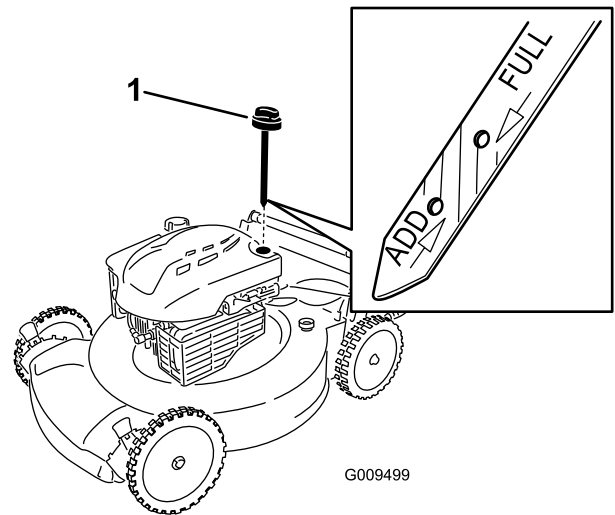

Figure 5
- Retirez la jauge (Figure 5) et versez de l'huile dans le tube de remplissage pour remplir le carter moteur aux 3/4.
- Sortez de nouveau la jauge et vérifiez le niveau d'huile ; voir Figure 5.